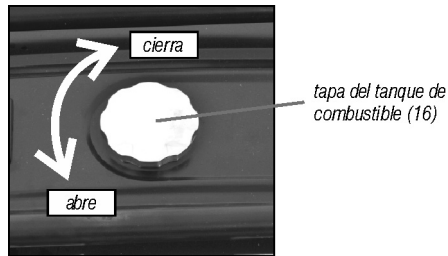

Fig. 10 – tapa del tanque
- 2 – Abra la tapa del tanque (fig. 10);
- 5 – Cierre la tapa del tanque (fig. 10).